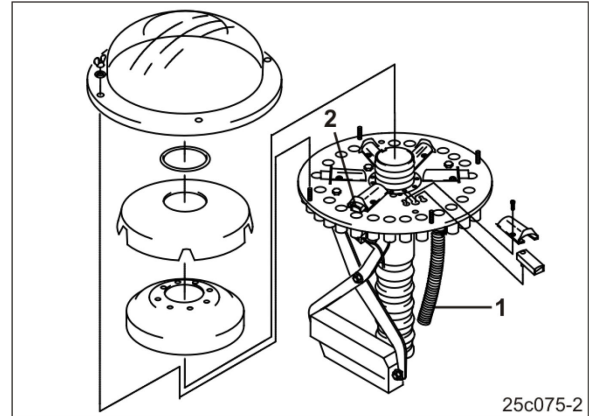

Fig. 126
6. Défaites le filtre à huile (Fig. 126/1) avec les 3 vis et remplacez la cartouche du filtre à huile.